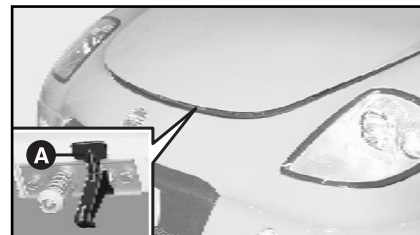

fig. 73
2) Agir sur le levier **A**-fig. 73.